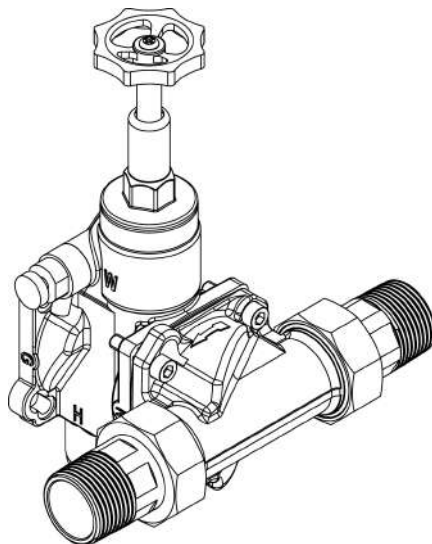

Abb. 8: Schrauben angezogen
5. Das am Umgehungsventil hängende Gerät leicht **im** Uhrzeigersinn drehen, um die Schrauben in den Bohrungen des Umgehungsventils einzurasten (Befestigungsprinzip siehe Abbildung 8).